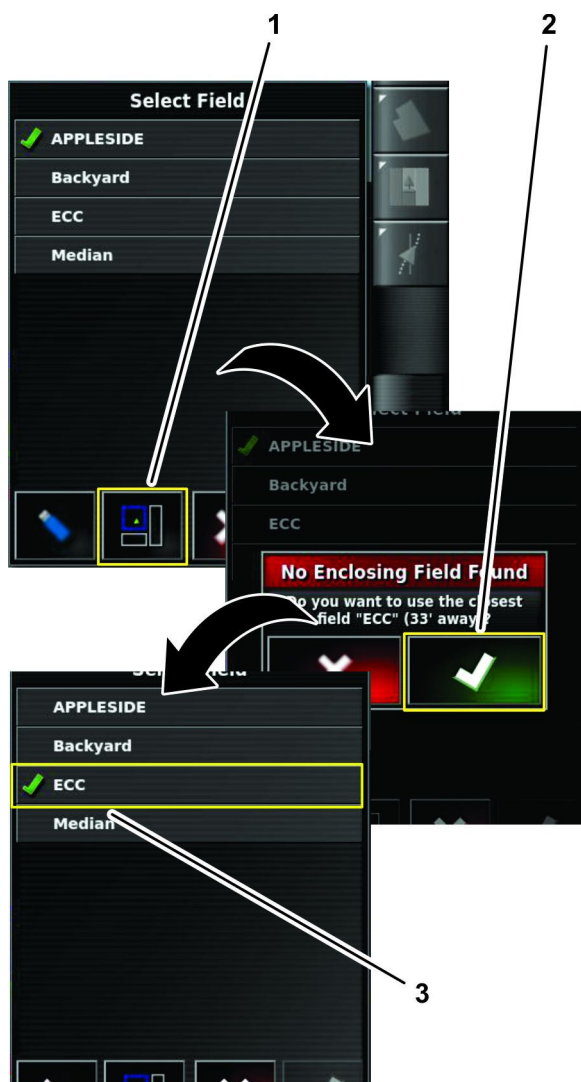

Figura 37
1. Nell'elenco Seleziona campo, premete l'icona Confine del campo più vicino GPS (Figura 37).
2. Premete l'icona di Conferma (Figura 37).